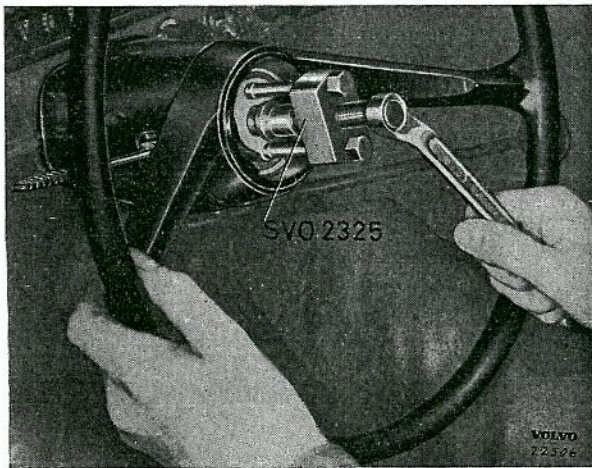

Bild 27. Demontering av ratt
3. Kontrollera att körvisaromkopplaren står i neutralläge. Drag av ratten med avdragare SVO 2325, se bild 27.